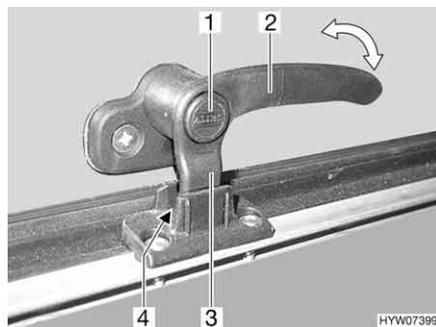

Bild 65 Verriegelungshebel in Stellung "Dauerbelüftung"
- in Stellung "Dauerbelüftung" (Bild 65)
- Sicherungsknopf (Bild 65,1) drücken und gedrückt halten.
- Den Verriegelungshebel (Bild 65,3) eine viertel Umdrehung zur Fenstermitte hin drehen.
- Den Verriegelungshebel wieder zurückdrehen. Die Verriegelungsnase (Bild 65,3) am Verriegelungshebel dabei in die Aussparung der Fensterverriegelung (Bild 65,4) einfahren.
- Sicherungsknopf (Bild 65,1) loslassen.